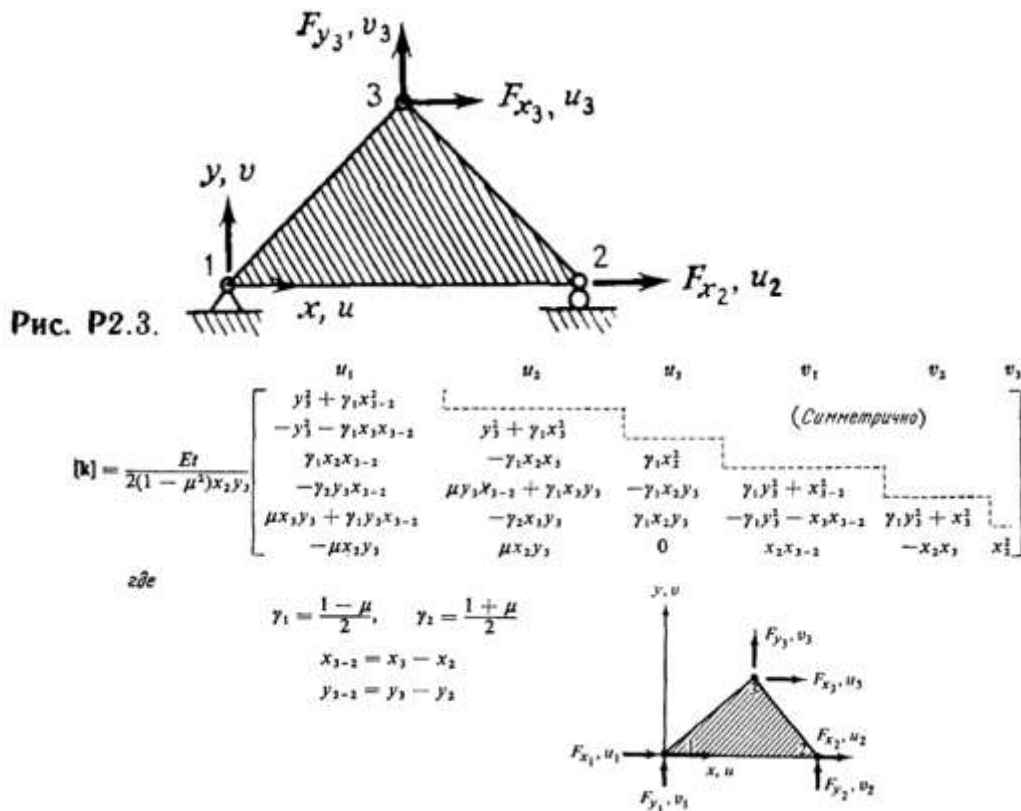

Рис. 5.4. Матрица жесткости изотропного плоско-напряженного треугольного элемента с постоянной деформацией внутри элемента.
3. Ниже вписана матрица податливости для треугольного пластинчатого элемента, находящегося в плоском напряженном состоянии (рис. P2.3). Вычислите матрицу жесткости элемента и проверьте правильность полученного результата, сравнивая ее с матрицей жесткости, показанной на рис. 5.4.
8. Проверьте выполнение условий равновесия для третьего и четвертого столбцов матрицы жесткости треугольного элемента, находящегося в плоском напряженном состоянии (см. рис. 5.4).